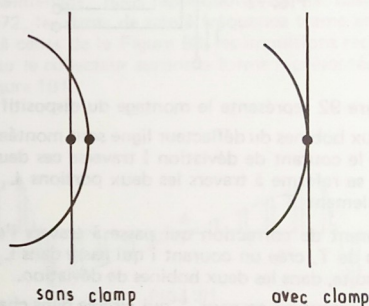

FIG. 90
- A la sortie des 3 amplificateurs, sont montées des diodes de redressement (D 1559 - D 1557 et D 1558) qui permettent après filtrage, d'envoyer la tension de clamp nécessaire à l'étage convergence trame, afin que le centre de l'image ne change pas de place. Cette tension continue est proportionnelle à la grandeur des corrections effectuées pour la convergence ligne. (Figure 90).